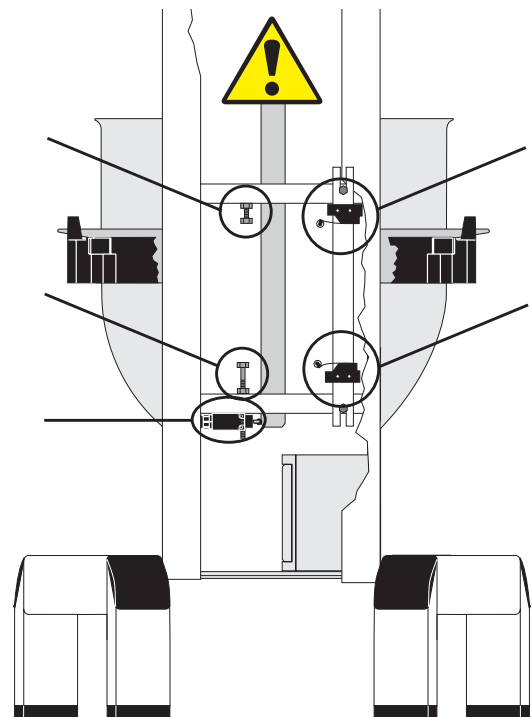

Fig. 2
Kedlens øverste og nederste position bestemmes af mikroswitch (1) og (2), (fig. 2). De to mekaniske stop bestående af boltene (3) og (4) er indstillet således at de rammes ca. 1 mm efter mikroswitchen, hvis denne skulle svinge. Kedelbøjlernes øverste position justeres ved at bukke fjederarmen på mikroswitch (1) enten opad eller nedad. Det er meget vigtigt at stopskruen (3) herefter indstilles igen. På samme måde indstilles nederste position ved at bøje fjederarmen på mikroswitch (2). **OBS:** fjederarmen må ikke bøjes så langt nedad, at kedelbøjlerne ikke rammer den. Efterfølgende indstilles det mekaniske stop (4).